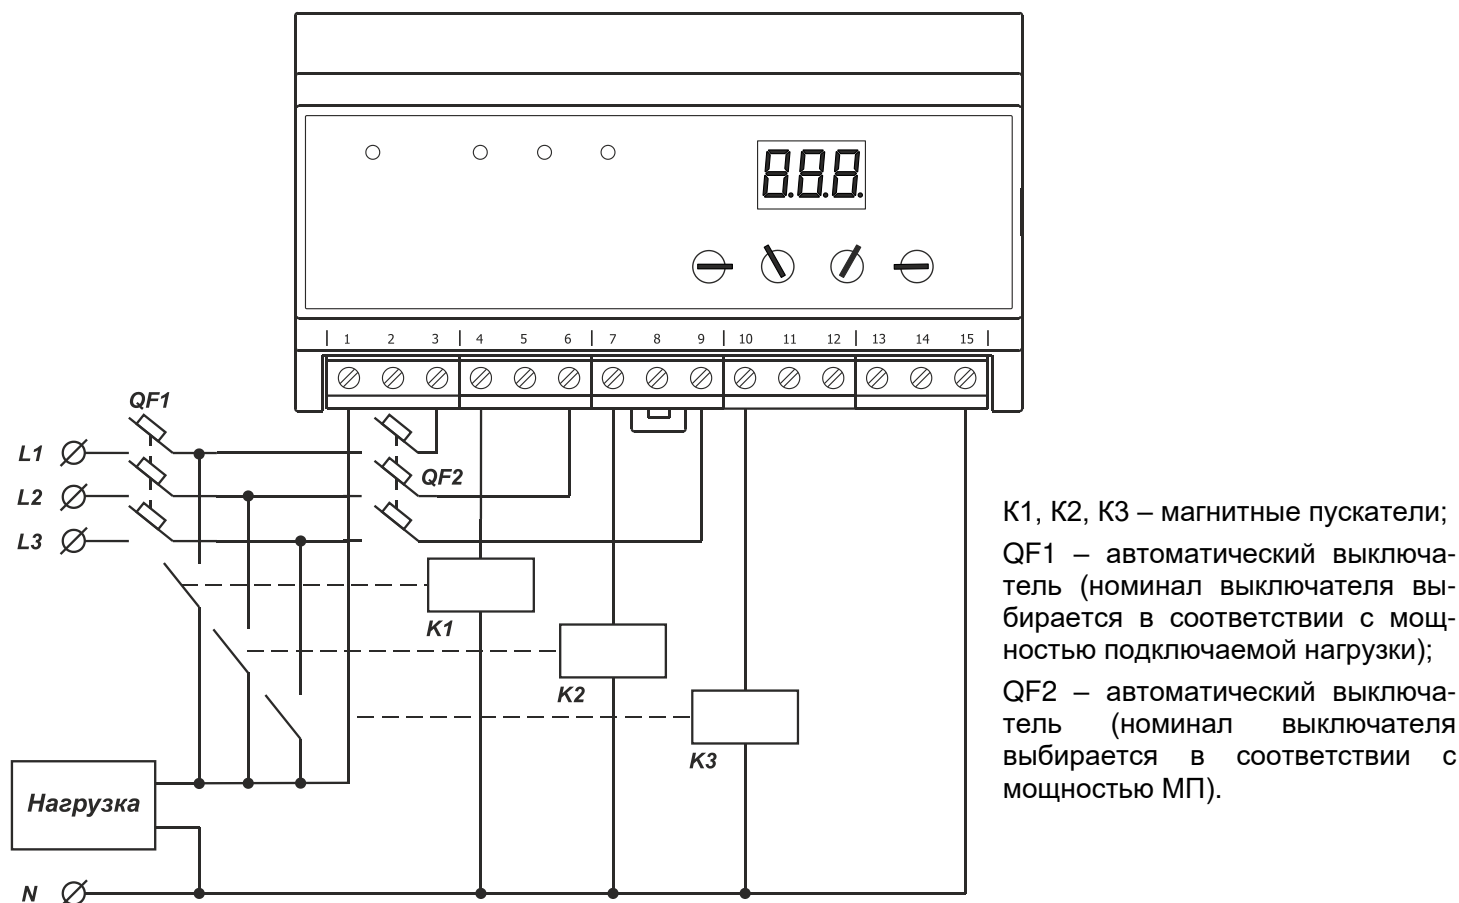

Рисунок 3 – Схема подключения ПЭФ-319 при величине нагрузки более 30 А с использованием МП
4.2.5 В ПЭФ-319 предусмотрена внутренняя блокировка от залипания контактов выходных встроенных реле, а также контроль состояния силовых контактов МП во внешней цепи (для контроля залипания используется клемма 1 рис. 3). Если хотя бы один контакт включен («залип»), ПЭФ-319 блокируется, переключение фаз не производится, мигает красный индикатор **АВАРИЯ** и зеленый индикатор фазы, на которой произошло залипание контактов. Одновременно кратковременно на дисплей выводится код аварии и номер реле (МП) залипшей фазы (например, код “Г 2” означает залипший контакт на фазе L2). Разблокирование ПЭФ-319 производится снятием с него напряжения.